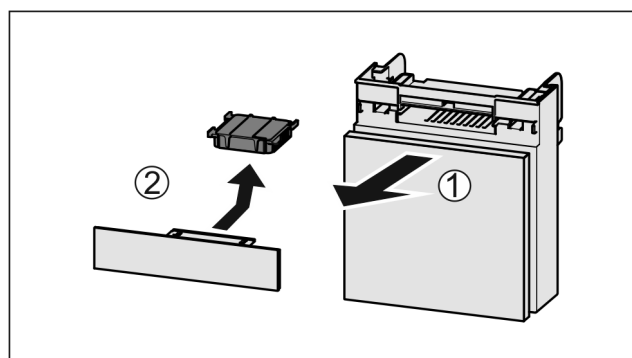

Fig. 116
- ▶ Extrageți Fig. 116 (1) compartimentul către înainte.
- ▶ Scoateți Fig. 116 (2) filtrul de cărbune activ.